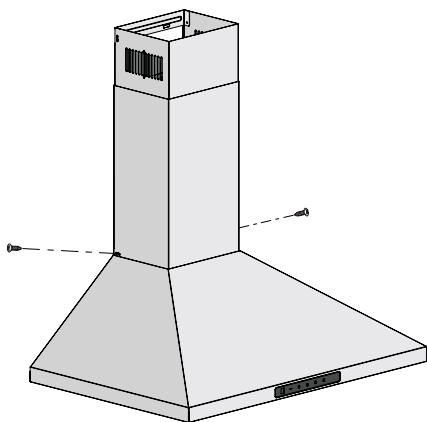

Figure 4
- Placer la cheminée sur le haut de la hotte de cuisine et vissez avec deux vis (voir figure 4).